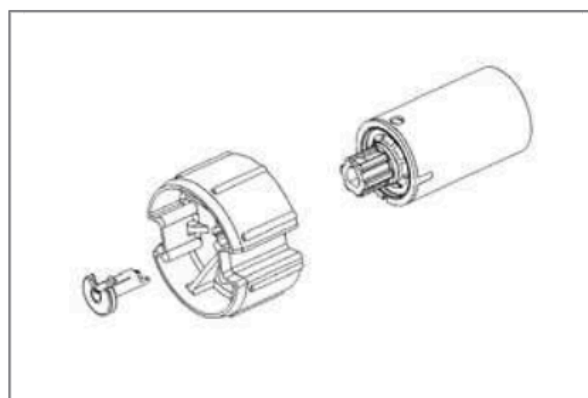

Figure 2: verrouillage de sécurité de l'accouplement\*
3. Installez l'accouplement et insérez le verrouillage de sécurité (article 288500) de l'accouplement (figure 2).